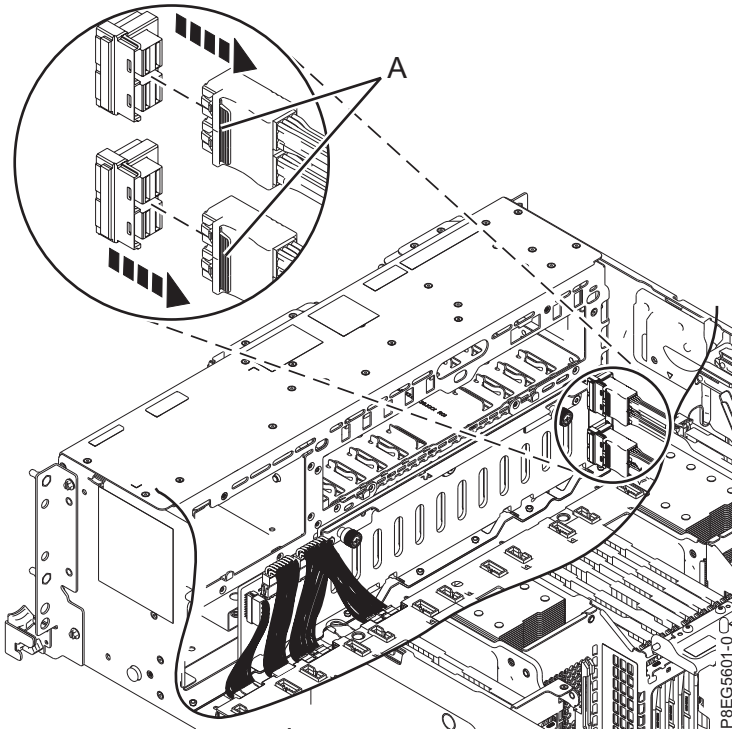

Figura 3. Desconexión de los cables SAS frontales
4. Etiquete los cables SAS frontales, prestando atención a los conectores a los que se conecta cada cable en la placa posterior de la unidad de disco y el adaptador interno SAS RAID. Desconecte los cables SAS frontales de la placa posterior de la unidad de disco presionando el pestillo (A) y desenchufando el cable, como se muestra en la Figura 3 en la página 6.